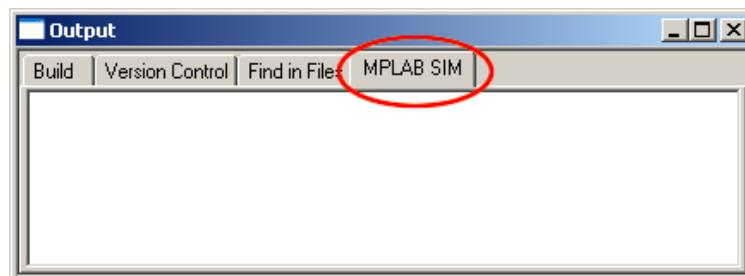

Figura 3.56 - Aba do MPLAB SIM na janela Output.
- 3) Aparecerá uma aba MPLAB SIM na janela **Output**. (ver Figura 3.56)